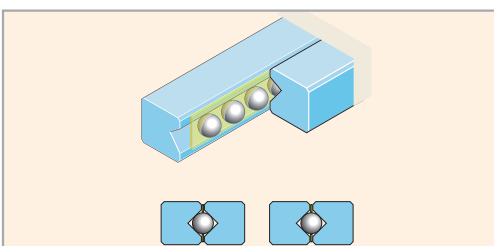

図2-3 V溝レールと鋼球(V-B方式)
2.3 V溝レールと鋼球(VB方式)直線移動タイプ【図2-3】